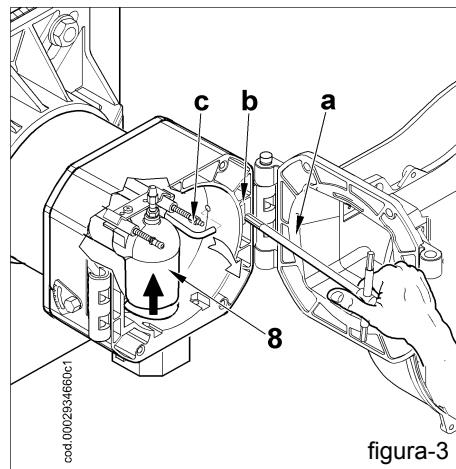

figura-3
Dopo aver sfilato i cavi di accensione e ionizzazione (3) dai terminali dei rispettivi elettrodi, svitare completamente il dado (4) e avvitare la vite (5), facendola avanzare all'interno del raccordo mandata gas (8) di figura 3 per un tratto sufficiente a garantire il successivo smontaggio del gruppo miscelazione.
Sollevare leggermente il raccordo mandata gas (8) (figura 3), e sfilare l'intero gruppo miscelazione nella direzione indicata dalla freccia (9) di figura 4. Completate le operazioni di manutenzione, procedere con il rimontaggio della testa di combustione, seguendo a ritroso il percorso sopra descritto, dopo aver verificato la corretta posizione degli elettrodi di accensione e di ionizzazione (vedi 0002935020).